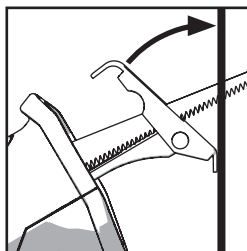

Fig. 7
- Tenir la machine selon un angle de la pièce avec le bord inférieur de la plaque de contact reposant fermement sur la pièce. (**Fig. 7**).